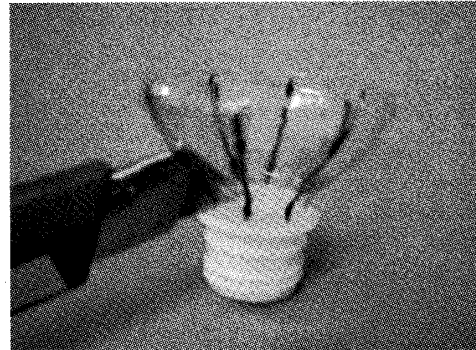

図 12 カッターナイフの使用
(16) 図 12 に示すように、ペットボトルの先端の白い部分と接合してある透明な部分は硬くはさみでは切れないので、カッターナイフを利用して深く切り込みを入れる。